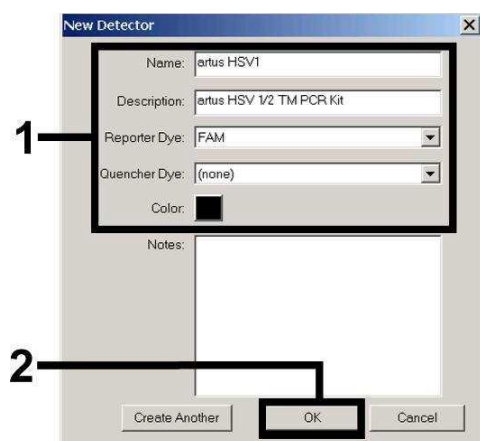
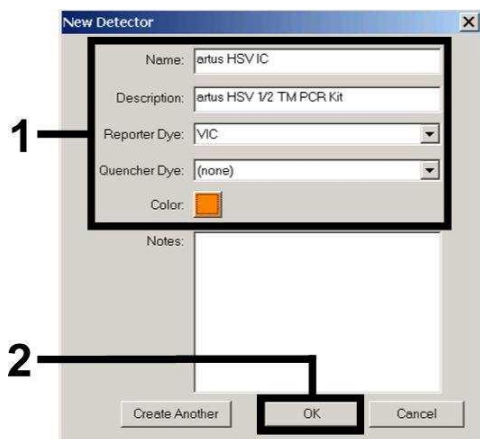
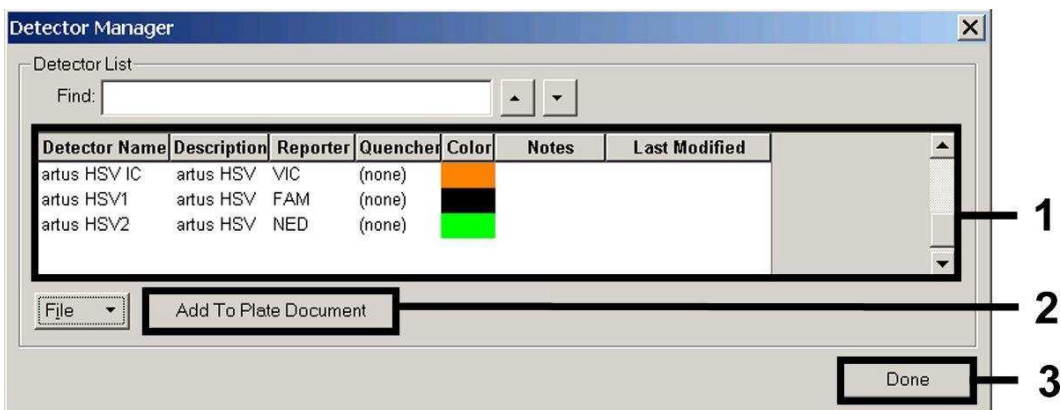

Fig. 4: Creación del fluorocromo específico del HSV1 (*Detector Manager*).
Fig. 6: Creación del fluorocromo específico del Control interno (*Detector Manager*) para el HSV1/HSV2.
Fig. 7: Selección de los fluorocromos (*Detector Manager*).
Para detectar el ADN del HSV1 y HSV2, defina la combinación Reporter/Quencher **FAM/none** así como **NED/none**, en la ventana que aparece ahora (como se indica en las Fig. 4 - Fig. 6). Para detectar el Control interno seleccione la combinación **VIC/none**. Al confirmar los datos (OK), regresará al *Detector Manager*. Marque los fluorocromos acabados de crear y transfiera cada selección al *Well Inspector* haciendo click sobre la opción *Add to Plate Document* (véase la Fig. 7). Cierre la ventana (*Done*).